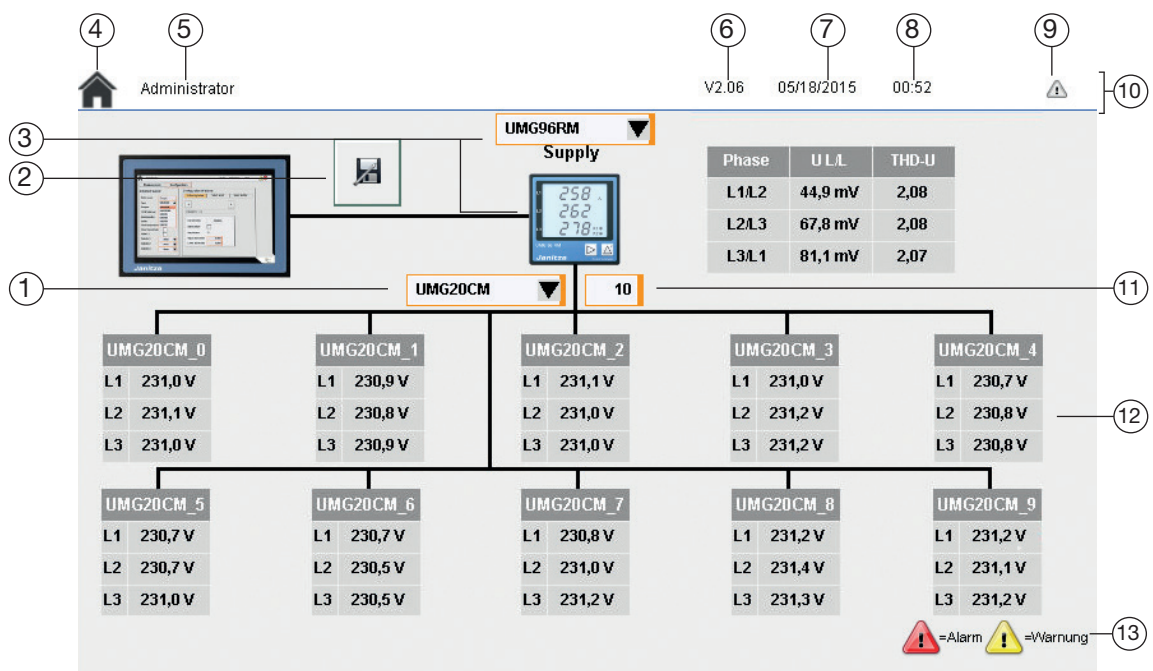

Abb. 11: Startbildschirm
4. Berühren Sie die Miniaturdarstellung des Master Geräts (Siehe Abb. 11) um dessen Einstellungen zu öffnen.